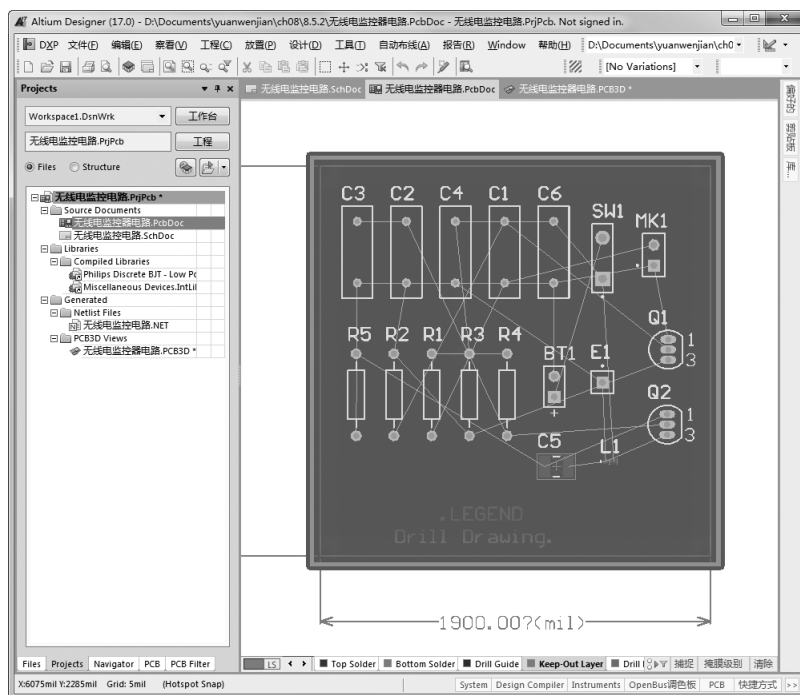

图 8-55 生成密度图
(5) 选择菜单栏中的“工具”→“密度图”命令，系统自动执行对当前 PCB 文件的密度分析，如图 8-55 所示。